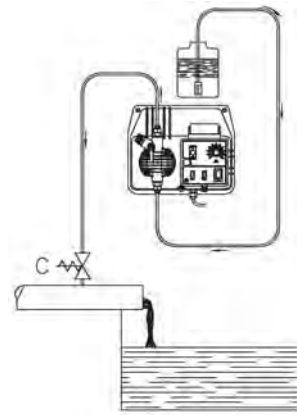

Fig. 6
- c. Ubique la bomba como se muestra en la figura 5 teniendo presente que puede fijarse tanto por debajo como por encima del nivel del líquido que se va a dosificar con un límite máximo de 2 metros. El punto de inyección debe colocarse siempre por encima del líquido que se va a inyectar. No instale la bomba directamente en el tanque ya que algunos aditivos generan vapores que pueden estropear el aparato. Para una correcta instalación, véase la fig. 12. Si la instalación por tratar funciona con presión atmosférica (aditivación con descarga libre) y el tanque del aditivo debe colocarse obligatoriamente por encima del punto de inyección (Fig. 6), controle periódicamente el funcionamiento correcto de la válvula de inyección, ya que un desgaste excesivo podría provocar la introducción del aditivo en la instalación por caída (incluso con el aparato apagado). Si el problema persiste, introduzca una **válvula de contrapresión C** debidamente calibrada entre la bomba dosificadora y el punto de inyección (Fig. 6). Para líquidos que liberan exhalaciones agresivas, no instale la bomba sobre el tanque a menos que dicho tanque esté cerrado herméticamente.